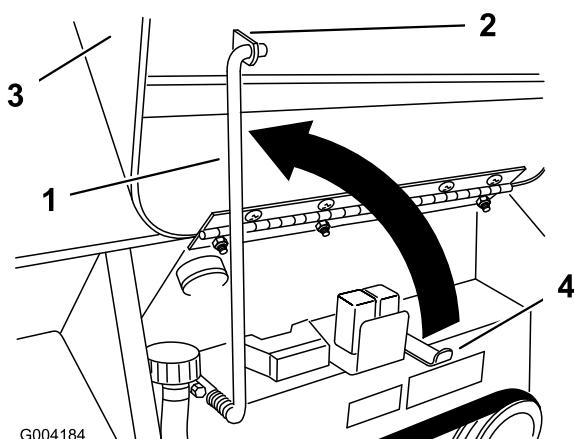

Figura 22
3. Suba la varilla de soporte y engáncela en el soporte del capó (Figura 22).